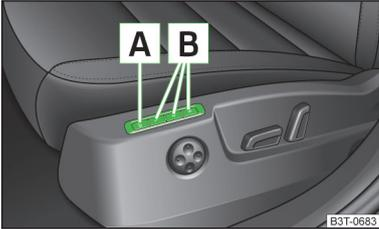

Abb. 53
Die Memory-Funktion für den Fahrersitz bietet die Möglichkeit, die Fahrersitz- und Außenspiegelposition zu speichern. Jeder der drei Speichertasten **B** » Abb. 53 kann eine Einstellposition zugeordnet werden.
- › Die Taste **SET** **A** » Abb. 53 drücken.
- › Die gewünschte Speichertaste **B** » Abb. 53 drücken.
- › **Kurz** die gewünschte Speichertaste **B** » Abb. 53 bei eingeschalteter Zündung drücken.
- › Eine beliebige Speichertaste **[B]** » Abb. 53 auf Seite 72 drücken und gedrückt halten. Nachdem der Sitz die unter der betreffenden Taste gespeicherte Position eingenommen hat, gleichzeitig die Taste **[a]** auf dem Funkschlüssel innerhalb von 10 Sekunden drücken.
- › Die **[SET]**-Taste **[A]** » Abb. 53 auf Seite 72 drücken und gedrückt halten. Gleichzeitig die Taste **[a]** auf dem Funkschlüssel innerhalb von 10 Sekunden drücken.